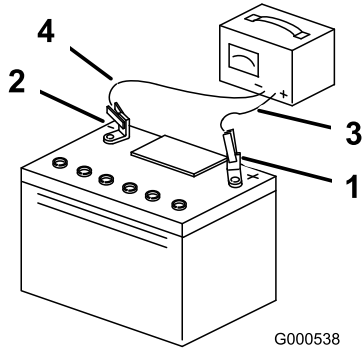

Figure 51
- Une fois la batterie chargée au maximum, débranchez le chargeur du secteur, puis débranchez les fils du chargeur des bornes de la batterie (Figure 51).